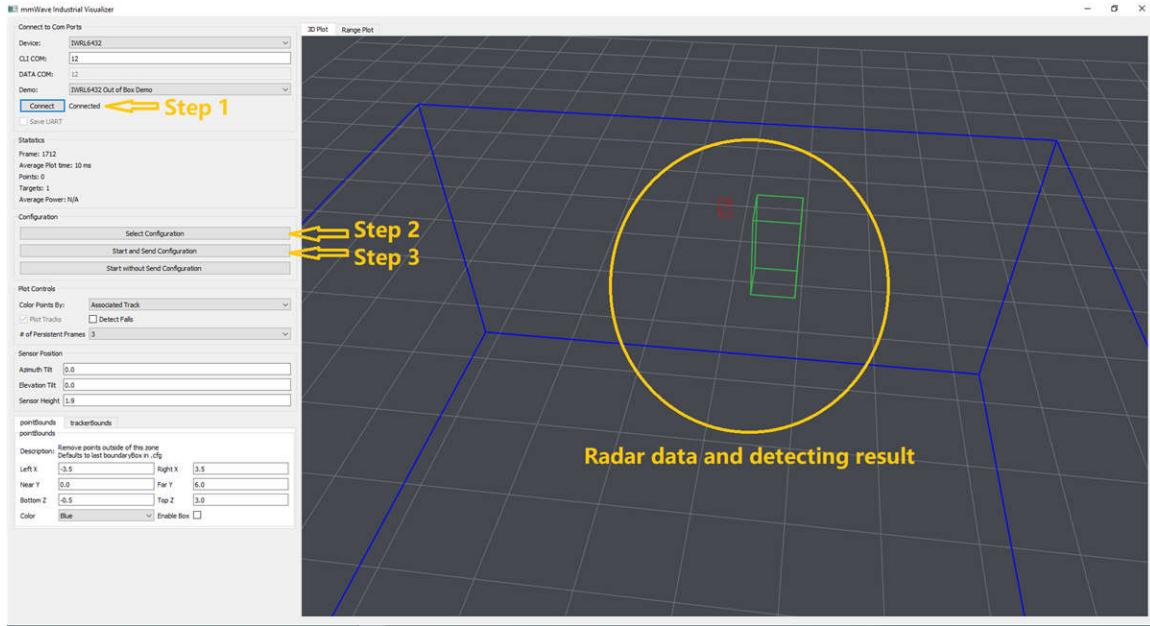

図 3-13. デモ用 GUI ソフトウェア
5. PC で GUI ソフトウェアを実行し、デモを開始します。図 3-13 に示す 3 つのステップでボタンをクリックします。TIDA-010254 のステップ 2 の GUI 設定ファイルを参照してください。